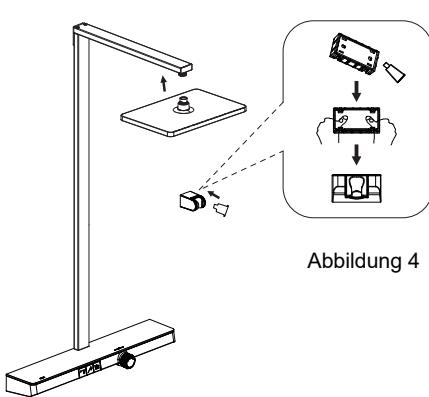

Abbildung 3
- a) Verbinden Sie die Kopfbrause mit dem Armrohr (Abbildung 3).